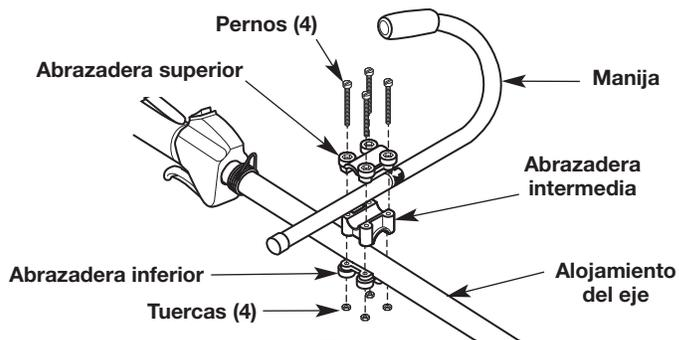

Fig. 2
1. Coloque la manija entre la abrazadera superior y la intermedia (Fig. 2). Si es necesario, rote o voltee la abrazadera intermedia hasta que los orificios de la abrazadera superior y de la abrazadera intermedia se alineen.
2. Coloque las abrazaderas y la manija por encima del alojamiento del eje y sobre la abrazadera inferior (Fig. 2).
NOTA: Asegúrese de que la parte curva de la manija se encuentre a la izquierda del operador (Fig. 2).
3. Mientras sujeta las partes juntas, inserte los pernos (4) en los orificios alineados (Fig. 2).
4. Atornille una tuerca en el extremo de un perno, pero solo ligeramente. Empuje la tuerca dentro del embutimiento hexagonal de la abrazadera inferior. Sostenga la tuerca en su lugar con un dedo para mantenerla en el embutimiento. Apriete el perno con un destornillador Phillips, pero no lo apriete completamente (Fig. 2). Repita este paso con cada tuerca y perno.
1. Afloje los pernos (4) ligeramente con un destornillador Phillips (Fig. 2).